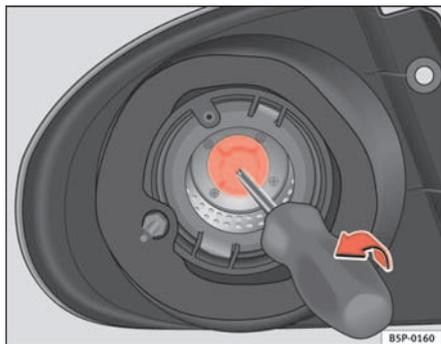

Fig. 184 Indicatore di direzione
- Estrarre il portalampane dell'indicatore di direzione con l'aiuto di un cacciavite seguendo il senso della freccia (si veda ⇒ fig. 184)